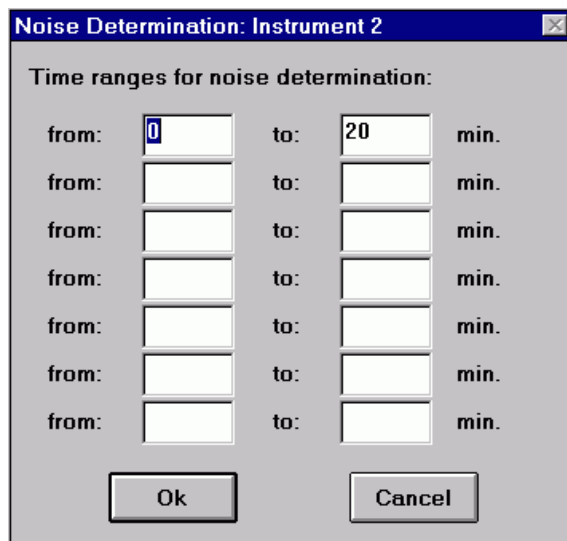

图 29 RID 基线校验噪音范围
- 7 设置噪音测定时间范围为 0 – 20 分钟，如“第 68 页的图 29”所示：